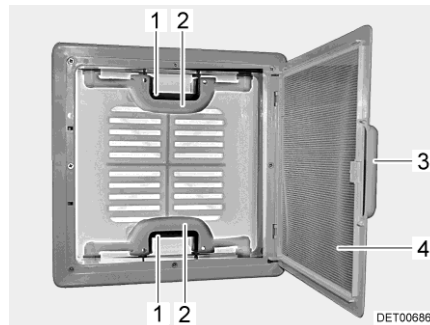

Bild 19 Dachhaube mit Schnappverschluss
- Am Griff (Bild 19,3) ziehen.
- Insektenschutz (Bild 19,4) nach unten klappen.
- Schnappverschluss (Bild 19,1) zur Innenseite der Dachhaube drücken. Gleichzeitig mit dem Griff (Bild 19,2) die Dachhaube nach oben drücken.
- Insektenschutz (Bild 19,4) nach oben schwenken, bis er einrastet.
- An beiden Griffen (Bild 19,2) die Dachhaube kräftig nach unten ziehen, bis beide Schnappverschlüsse (Bild 19,1) eingerastet sind.